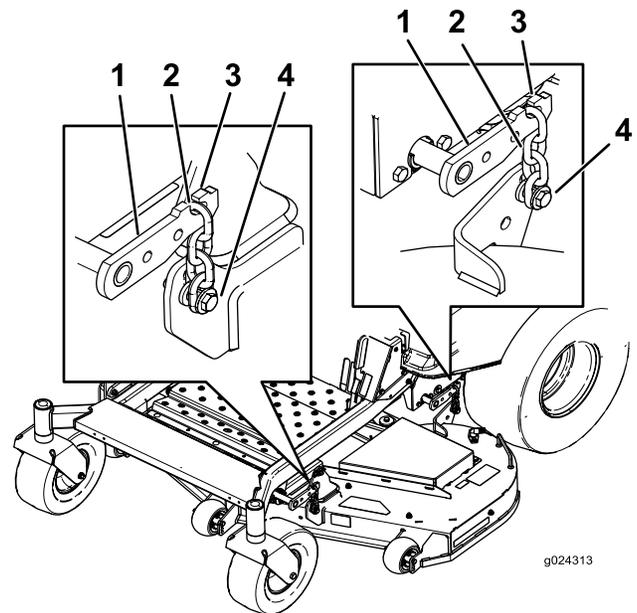

Figure 68
- Détachez les chaînes des crochets sur les bras de levage du tablier (Figure 68).
- Soulevez l'arrière du tablier de coupe et accrochez les chaînes aux bras de levage arrière (Figure 68).
- Accrochez les chaînes avant aux bras de levage avant (Figure 68).